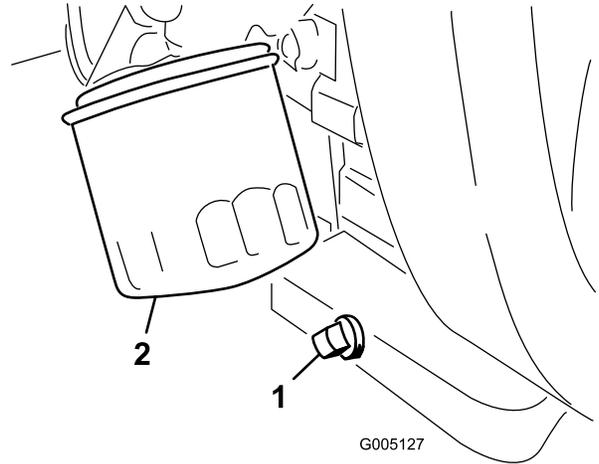

图42
1. 拆下排油塞（图42），让油流入放油盘。油不再流时，安装排油塞。
2. 拆下机油滤芯（图42）。